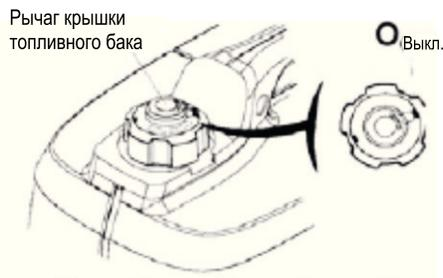

Рис. 21
3. Поверните рычаг крышки топливного бака против часовой стрелки в положение "Выкл." (рис.21).